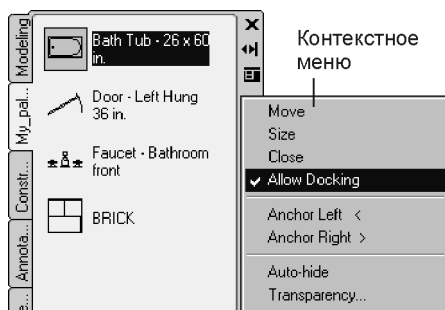

Рис. 2.19. Контекстное меню для изменения настроек палитры
Контекстное меню палитры инструментов содержит не только позиции, показанные на рис. 2.19, но и дополнительные строки, специфичные для этой палитры.
3. Щелкните правой кнопкой мыши на ее вертикальном заголовке и выберите из контекстного меню (см. рис. 2.19) пункт **Auto-Hide** (Автоматически убирать с экрана).
1. Вызовите контекстное меню (см. рис. 2.19) щелчком правой кнопки мыши на вертикальном заголовке диалогового окна инструментальных палитр и выберите из него пункт **Allow Docking** (Разрешить закрепление).